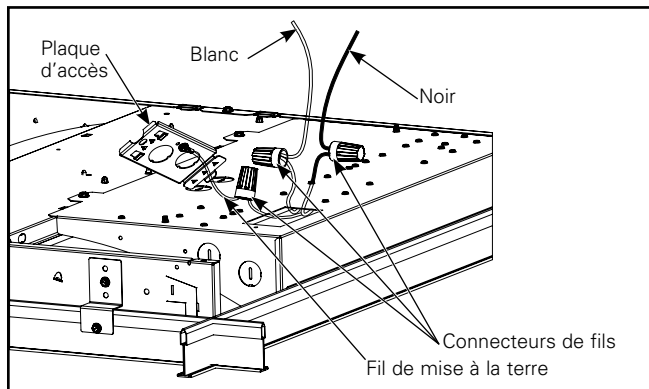

Figure 13.
- Utilisation de l'entrée défonçable ouverte pour acheminer le câble d'alimentation. À l'aide des connecteurs de fils fournis, connectez le fil noir (ligne) au fil d'alimentation noir, le fil blanc au fil d'alimentation blanc et le fil de mise à la terre à la plaque d'accès à l'aide de la vis disponible dans la plaque d'accès. (Figure 13)